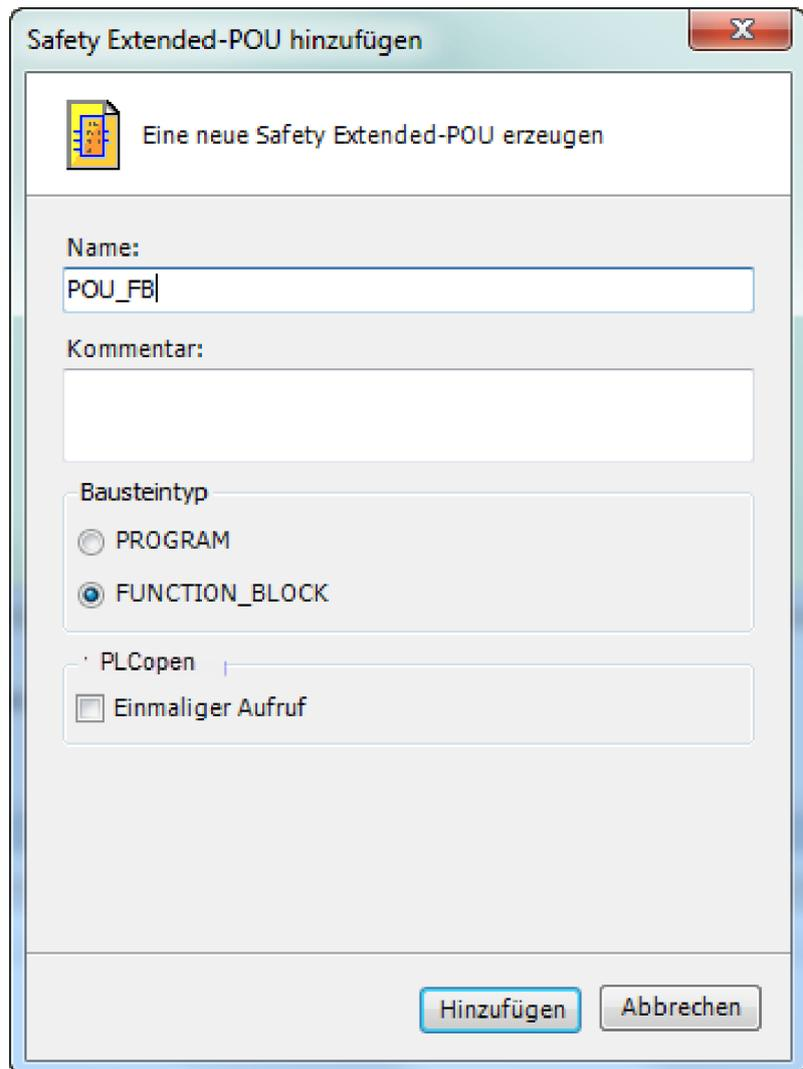

Abb. 40: Beispiel: Dialog beim Erstellen einer Extended-POU, Bausteintyp: "FUNCTION_BLOCK"
3. ➤ Im Dialog „*Safety Basic-POU hinzufügen*“ bzw. „*Safety Extended-POU hinzufügen*“ (siehe Abb. 40) den Namen und Kommentar) der POU eingeben und Baustein-Typ „*PROGRAM*“ oder „*FUNCTION_BLOCK*“ auswählen.